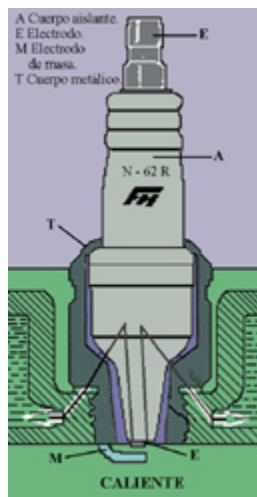

Fig. 13
- Bujía caliente o de bajo grado térmico (**fig. 13**). Está formada por un aislador largo y puntiagudo, con más cantidad de material aislante en su extremo inferior, estando alejado de la carcasa, efectuándose la evacuación del calor más lentamente. Se utiliza para motores de poca compresión y bajas revoluciones.